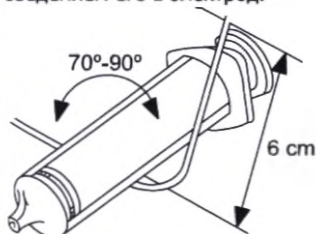

Рисунок 4. Изгибание стилета
2. Выберите стилет в соответствии с назначением и желаемой жесткостью. При необходимости аккуратно согните выбранный прямой стилет при помощи стерильного инструмента с гладкой поверхностью (например, цилиндра шприца объемом 10 или 12 куб. см.) (Рисунок 4 Изгибание стилета). При использовании стилета вероятность распрямления плавного изгиба меньше, чем острого.